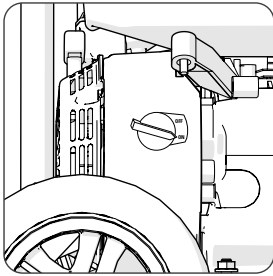

Fig 5
- Arrêtez le moteur en tournant l'interrupteur sur la position 'OFF' (**Fig. 5**)